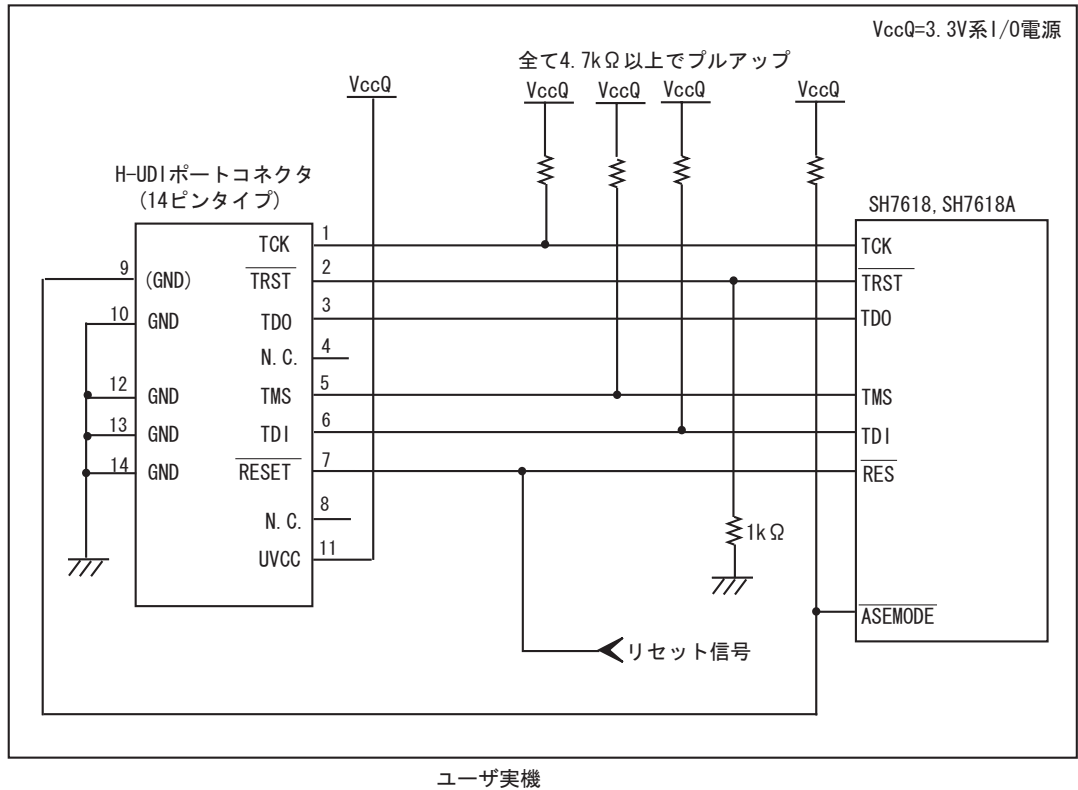

図 1.2 E10A-USB 使用時の H-UDI ポートコネクタ - チップ間の推奨接続例 (14 ピンタイプ UVCC 接続時)
- 図 1.2 推奨接続例で回路を組んだ場合の E10A-USB エミュレータのスイッチ設定: SW2=1, SW3=1